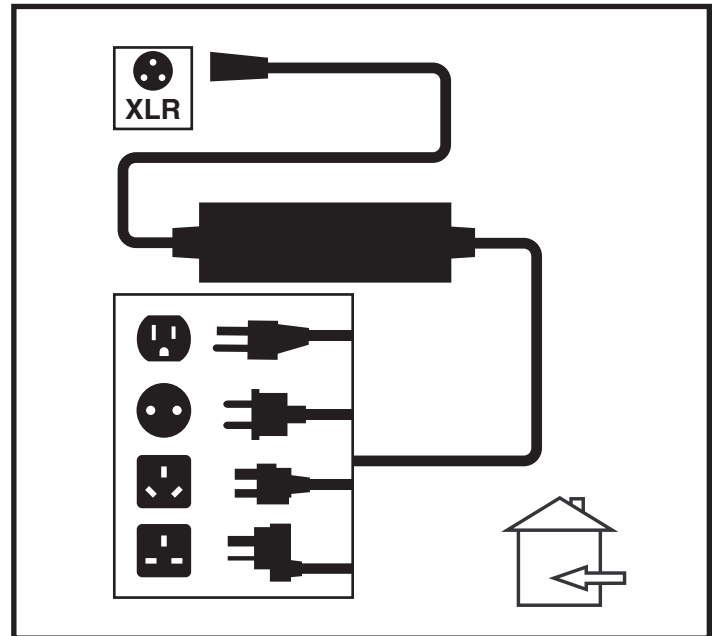

Bild 15. Batterie lädt
3. Stöpseln Sie das externe Ladegerät in die externes-Ladegerät/Programmierungsteckdose an der Steuerung. **Siehe Bild 15.**